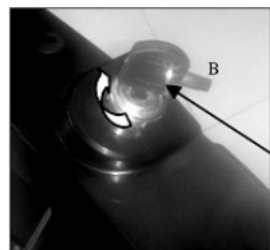

Abb. 2C B. Schlüssel
c) Elektrisch starten: Stecken Sie den Schlüssel hinein und drehen Sie ihn im Uhrzeigersinn, um die elektronische Zündung zu starten (Abb. 2C).